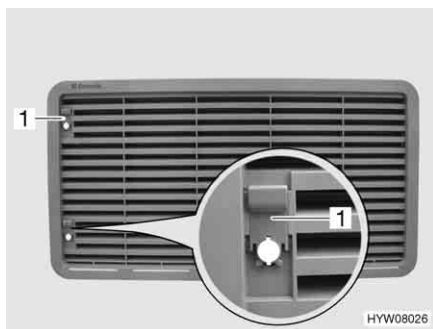

Bild 195 Kylskåpets ventilationsgaller
- Skjut upp spjället (Bild 195,1).